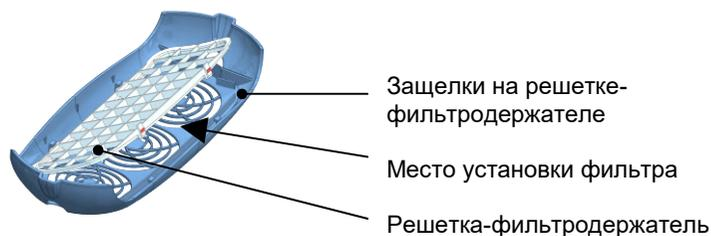

Рис.7
- Снять **решетку - фильтродержатель**, одновременно нажав по направлению к центру решетки на защелки, расположенные на **решетке - фильтродержателе** (рис.7), и извлечь использованный фильтр.
- Установить новый фильтр, закрепив его **решеткой-фильтродержателем** на защитной решетке рециркулятора (рис.7).